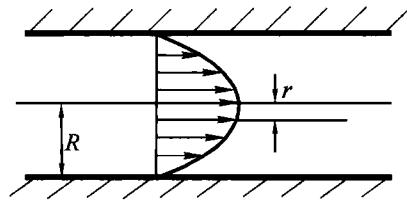

图 1.8 圆管中流速分布
**例 1.1** 在图 1.8 中, 已知圆管中流体的速度分布为  $u = C\left(1 - \frac{r^2}{R^2}\right)$ , 其中  $C$  为常数。试求管中切应力  $\tau$  的分布公式。